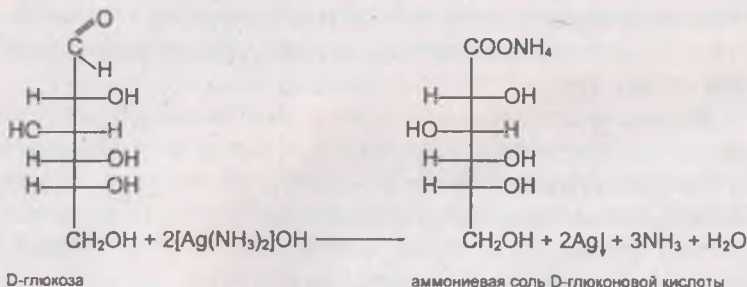

Рис. 247
- 1) процесс окисления моносахаридов проходит так же, как и у всех альдегидов. Конечными продуктами реакции являются кислоты. Например, при окислении глюкозы аммиачным раствором гидрата окиси серебра происходит образование глюконовой кислоты (реакция «серебряного зеркала») (рис. 247).